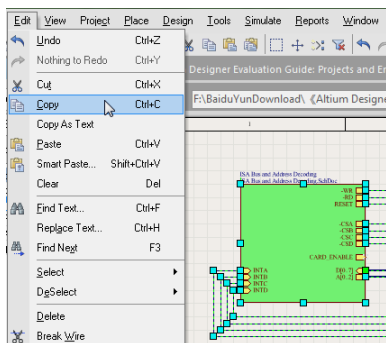

图 2.32
**Step 1** 选择用户要复制的对象,选择菜单栏中的 Edit(编辑) → Copy(复制)命令(或按 Ctrl+C 组合键),如图 2.32 所示。